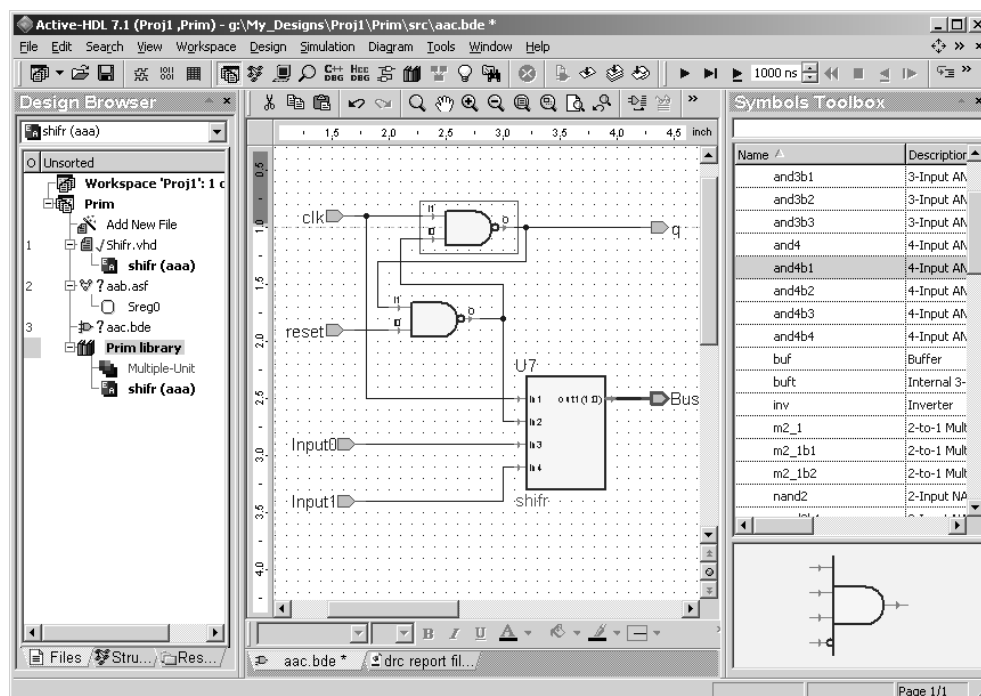

Рис. 2.8
**2.4. Block Diagram Editor** (редактор блок-схем) - графический редактор для ввода информации о проекте в виде электрической схемы проектируемого устройства. Параллельно с вводом схемы устройства автоматически создается **VHDL**-код с DRC - контролем (design rule checking) за соблюдением проектных норм. Редактор блок-схем позволяет строить комбинированные проекты, в которых часть устройств проектируется с помощью HDL-редактора, часть с помощью редактора конечных автоматов, а объединять эти устройства на верхних уровнях иерархии можно с помощью редактора блок схем. Такой способ проектирования повышает наглядность проекта, делает его более “читабельным” для инженеров-электронщиков. Окно редактора блок схем показано на рис. 2.8.
Show Symbols Toolbox (S)– показать/скрыть окно символов доступных компонентов Symbols Toolbox (рис. 2.8); в окне отображается набор символов стандартных вентилях (gate) и разработанных в проекте устройств в любом из редакторов; выделив требуемый символ компонента в этом окне, его можно перетащить на поле редактора и